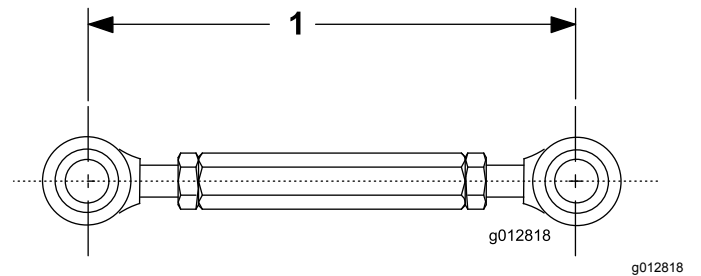

図 9
- ねじ山付きリンクの長さを 190mm にセットしてジャムナットを締めつける 図 9。